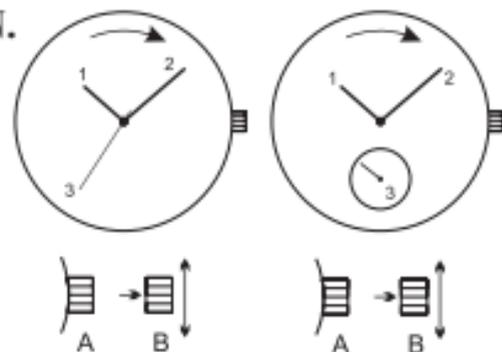

рис. 8
тем вращения заводной головки таким образом, чтобы стрелки осуществляли движение вперед (по ходу движения часовой стрелки, смотрите рис. 8). В этой позиции, вращая головку, вы устанавливаете нужное время (до/после полудня). При этом секундная стрелка (3) останавливается, что позволяет осуществлять синхронизацию Ваших часов с сигналом точного времени.